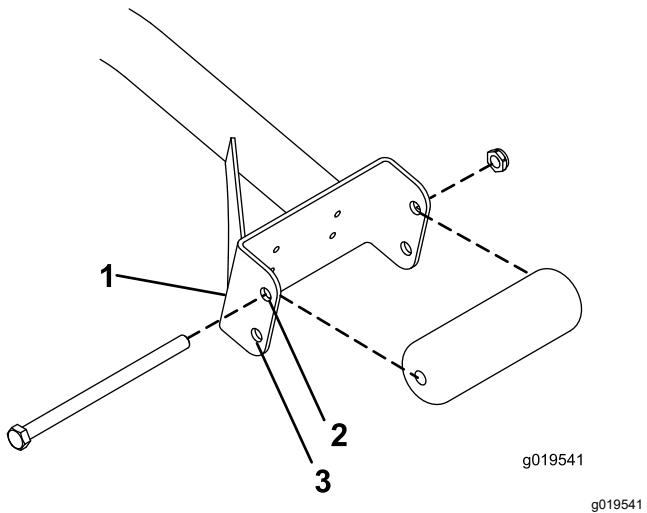

Figura 3
- Se utilizzate elementi di taglio da 69 cm, montate i rulli nei fori di montaggio superiori dei profilati del gruppo di supporto (Figura 3).
- Se utilizzate elementi di taglio da 81 cm, montate i rulli nei fori di montaggio inferiori dei profilati del gruppo di supporto (Figura 3).